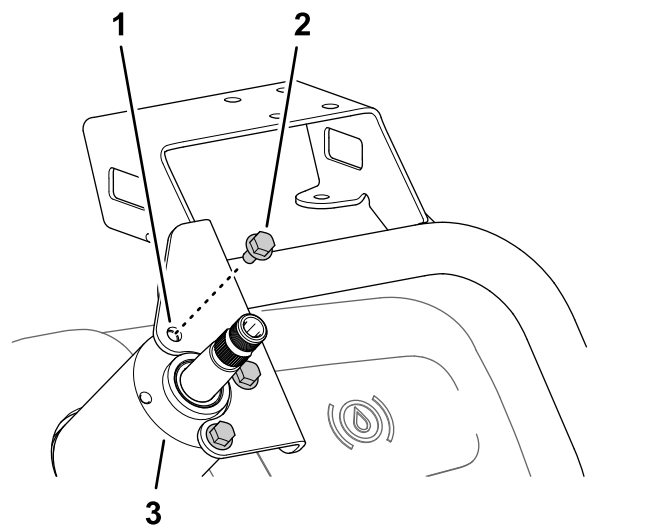

图163
2. 用 3 个凸缘头螺栓 6 x 12mm 将监控器安装架组装到转向阀的壳体上 图163。